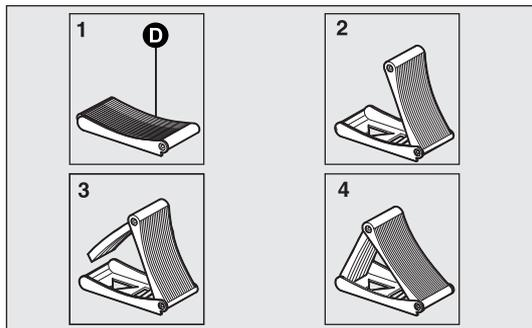

fig. 134a
- prendre la cale D de la boîte à outils et l'ouvrir en livre selon le schéma illustré sur la fig. 134a ;